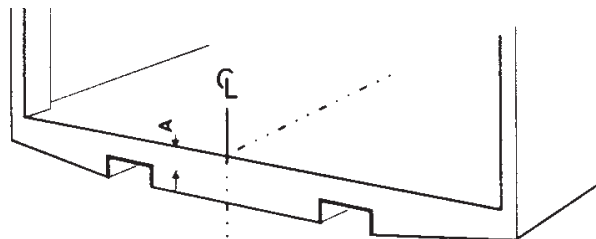

Bild 18. Mät ut och markera mittpunkten på fordonets bakbalk
1. Mät ut och markera mittpunkten på fordonets bakbalk. Se Bild 18.